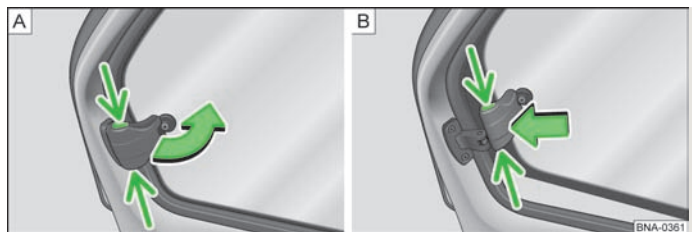

Abb. 18 Fenster hinten
- An der Sicherung in der Aussparung » Abb. 18 - A fassen und das Fenster in Pfeilrichtung öffnen.
- Das Fenster in geöffneter Stellung verriegeln, indem die Sicherung in Pfeilrichtung » Abb. 18 - B gedrückt wird.
- An der Sicherung in der Aussparung fassen und entgegen der Pfeilrichtung » Abb. 18 - B ziehen.
- Das Fenster in die Ausgangsstellung entgegen der Pfeilrichtung » Abb. 18 - A schließen, bis die Sicherung hörbar einrastet.